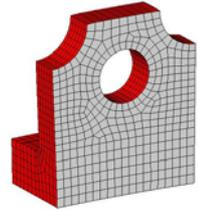

图 11-8 接触单元
- (2) 单击 bracked 背面的一个单元。
- (3) 单击 elems。
- (4) HyperMesh 将展现一个扩展菜单，选择其中的 By face 方法，选中的接触面单元如图 11-8 所示。